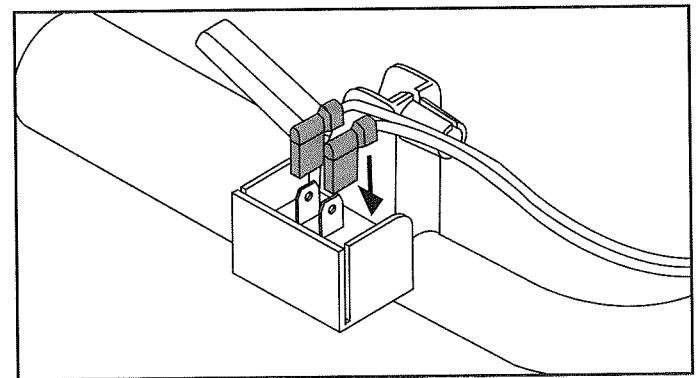

Fig. 12
7. Conecte ambos os fios nos terminais localizados na base do interruptor de ignição (Fig. 12).